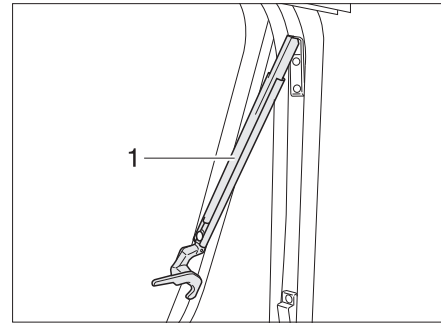

Fig. 38 Fenêtre projetante avec bras automatiques, ouverte
- Ouvrir la fenêtre projetante jusqu'au cran d'arrêt souhaité. Le bras automatique (Fig. 38,1) s'enclenche automatiquement.